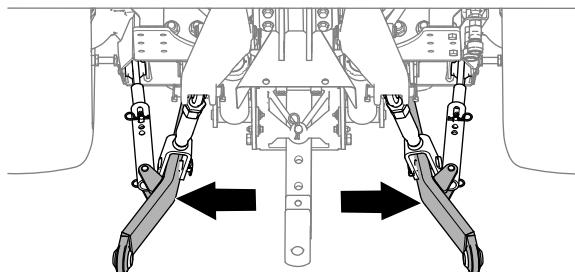

Bild 26
4. Schwenken Sie die Stützarme (Bild 26) ganz nach außen, siehe **Betriebsanleitung** der Zugmaschine.